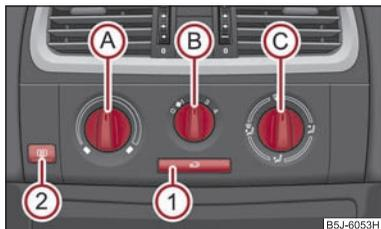

Abb. 88 Heizung: Bedienelemente
Die Luftzufuhr für die einzelnen Düsen stellen Sie mit dem Luftverteilungsregler ein \Rightarrow Seite 82, Abb. 88. Die Luftaustrittsdüsen 3 und 4 können einzeln geschlossen und geöffnet werden.
- Drehen Sie den Drehregler **A** ⇒ Abb. 88 nach rechts, um die Temperatur zu erhöhen.